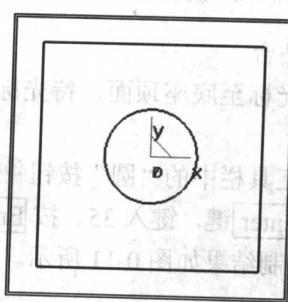

图 0-5 圆的绘制
- ④ 单击工具栏中的“圆”按钮 ，确认立即菜单中的选项为“圆心_半径”，拾取坐标原点为圆心，单击左键，拖拽光标向外移动，按 Enter 键，在屏幕中央出现的数据输入框中键入 25，则出现 $R25$ 的圆，绘制结果如图 0-5 所示。